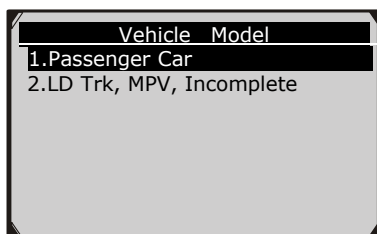

Figura 6.4
- 3) Desde el menú de **modelos de vehículos** seleccionar el tipo de vehículo específico. (Figura 6.4)